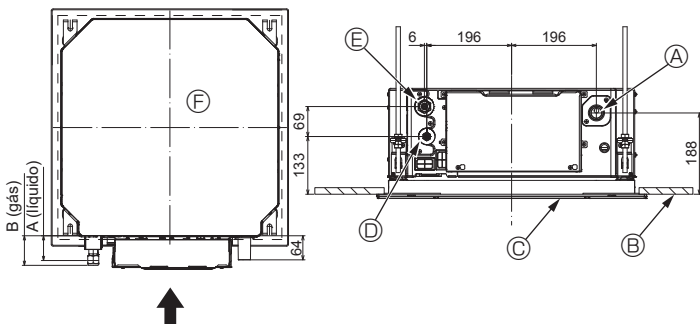

Fig. 5-7
5.4. Locais das tubagens de refrigerante e de drenagem (Fig. 5-7)